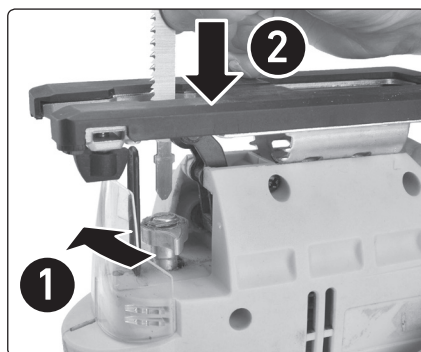

Abb. 6a
1. Kippen Sie den Sägeblattspannhebel komplett heraus (Schritt 1 Abb. 6a) und indem Sie ihn in dieser Lage halten, schieben Sie in das Spannsystem so tief wie möglich das Spannende vom Sägeblatt in der Lage nach (siehe Schritt 2 Abb. 6a) hinein. Der zahnlose Teil vom Sägeblatt muss sich in der Nut der Führungsrolle befinden.